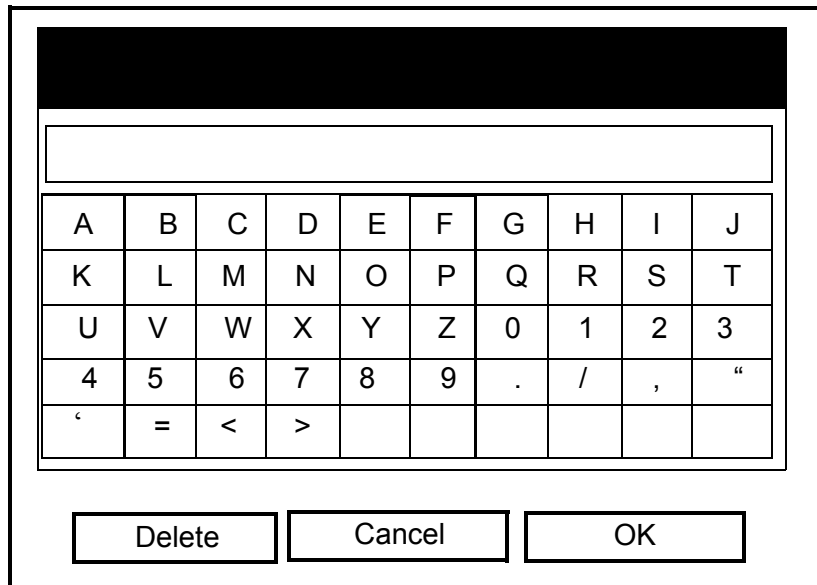

Figura 4-12: A Janela Text Entry (Entrada de Texto)
- Desloque-se até à opção *Message* (Mensagem) e pressione [ENTER]. Abre-se uma janela de texto semelhante à da Figura 4-12 em baixo.